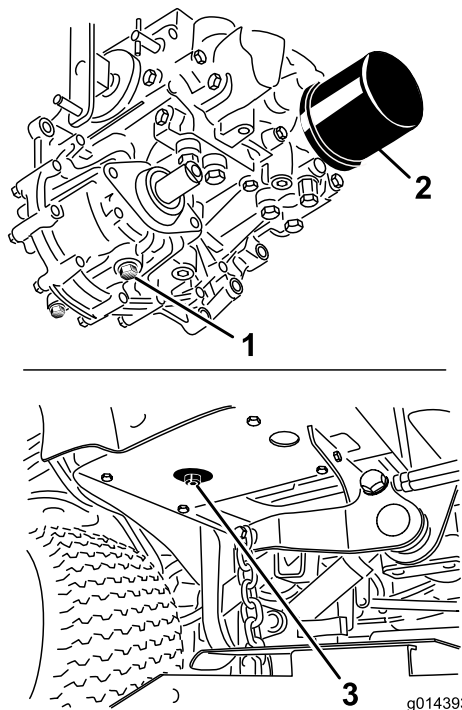

Figure 90
3. Placez un grand bac de vidange sous le réservoir hydraulique et le carter de transmission, et enlevez les bouchons pour vidanger tout le liquide hydraulique (Figure 90).
4. Nettoyez la surface autour du filtre à huile hydraulique et retirez le filtre (Figure 90).